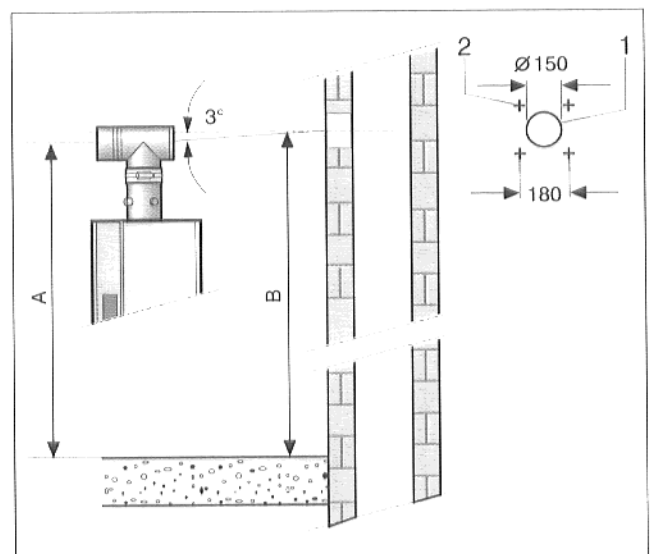

Abb. 15 Lage der Montageöffnung (GB112 W/WT und Linea als Beispiel)
- Lage der Montageöffnung bestimmen. Das Maß B (Abb. 15) ergibt sich aus dem Maß A unter Beachtung eines Gefälles von 3°.
- Montageöffnung (Abb. 15, Pos. 1), \varnothing 150 mm bohren und Dübel (Abb. 15, Pos. 2) zur Befestigung der Mauerdurchführung setzen.